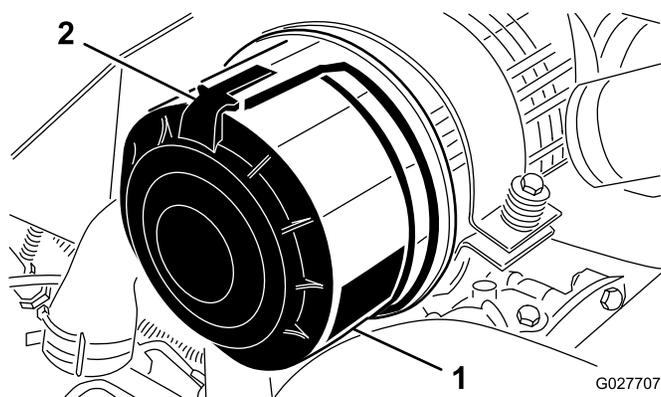

図 62
1. エアクリーナのカバーをボディに固定しているラッチを外す(図 62)。